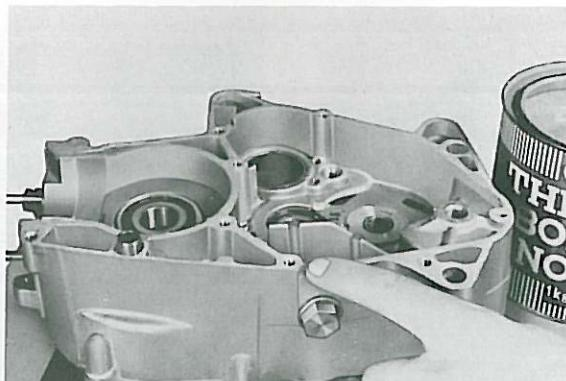

Fig. 3-4-8
1. Apply Yamaha Bond No. 4 to the mating surfaces of case halves. Apply thoroughly, over all mating surfaces. (Fig. 3-4-8)
1. Appliquer du Yamaha Bond No. 4 sur les surfaces d'appui des demi-carters. Les surfaces d'appui doivent être enduites complètement, sur toute leur longueur (Fig. 3-4-8), et il est préférable d'appliquer l'enduit d'étanchéité sur les deux surfaces d'appui (demi-carters droits et gauches).
1. Yamaha-Dichtmittel Nr. 4 auf die Auflagefläche einer Gehäusehälfte auftragen. Es muß gründlich über die gesamte Auflagefläche aufgebracht werden. (Fig. 3-4-8)